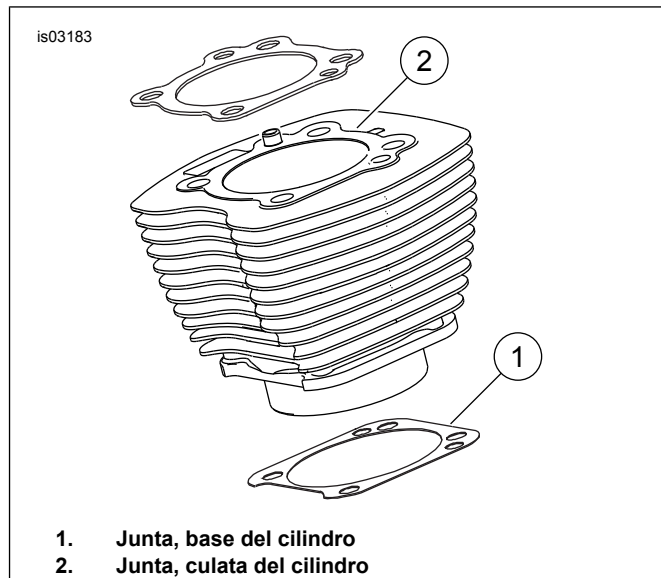

Figura 1. Juntas de los cilindros
- Ver Figura 1. La junta de la culata del cilindro de 103,1 mm (4 in) (1) y la junta de la culata del cilindro (2) eliminan la necesidad de O-rings. No utilice o-rings en los pasadores de localización del cilindro ni en las lumbreras del cilindro.
- Cuando esté instalando la nueva junta de la base (1), instálela con el lado grabado hacia abajo y el lado cóncavo hacia arriba.